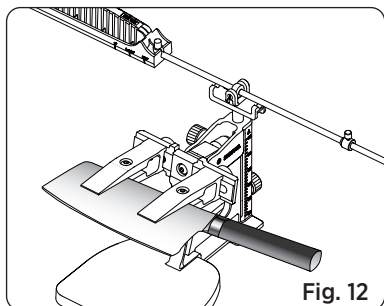

Fig. 12
1. Posizionare saldamente la lama il più in profondità possibile all'interno del morsetto. (Vedi Fig. 12)